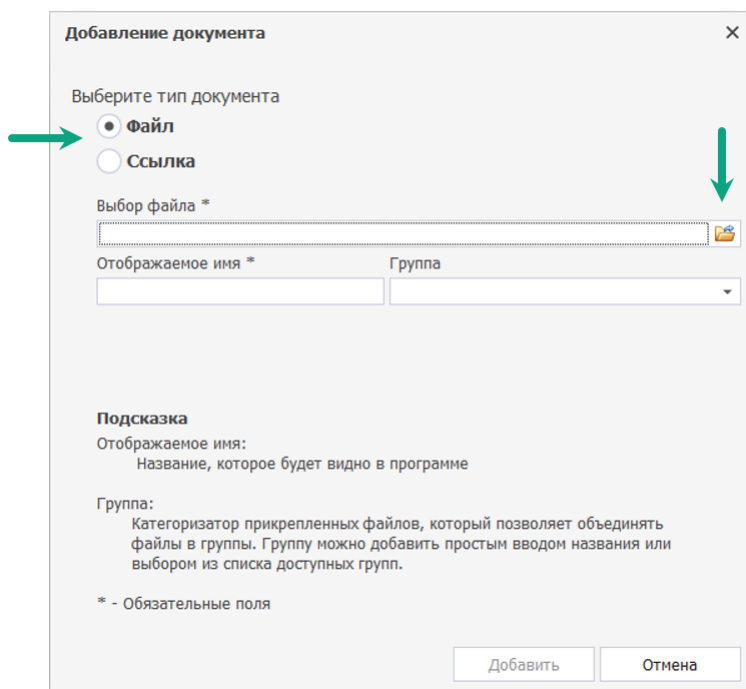

Рис. 37 Выбор типа документа
- В окне «Добавление документа» с помощью переключателя выберите тип добавляемого документа, Рис. 37.